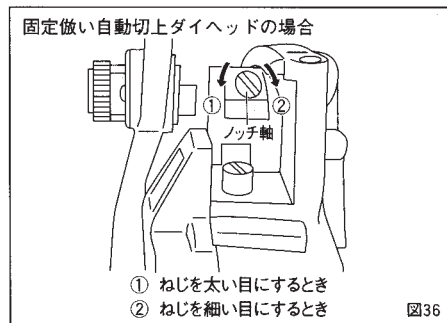

図36
### 固定食い自動切上ダイヘッドの場合 (図36)
- ① ノッチ軸を (－) ドライバーで回してください。回す方向は、図36に示された方向で行なってください。